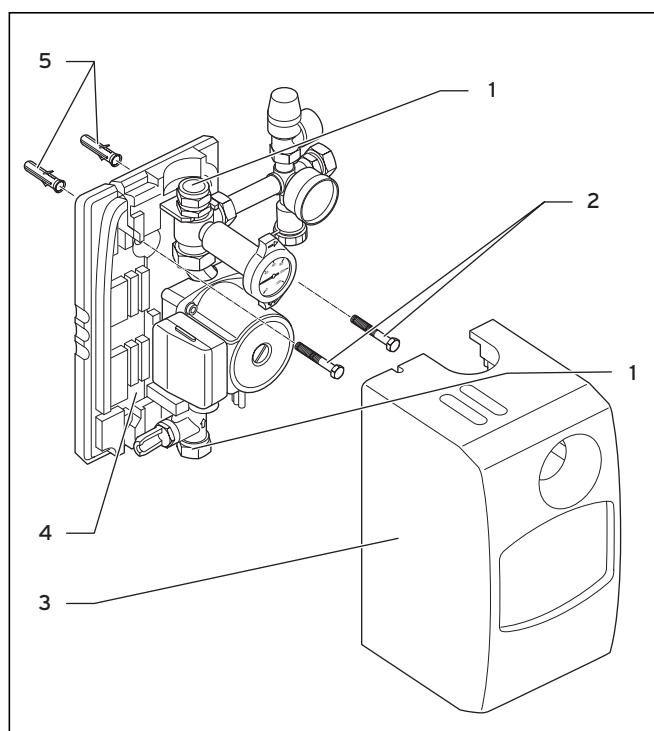

Abb. 4.1 Montage der Station
- Verbinden Sie das Rücklaufrohr (**1**, Abb. 4.1) mit dem Rücklaufrohr der Kollektoren.